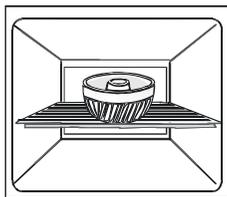

Рисунок 24
- формы для выпекания пирогов и посуду с мясом ставьте не на противень, а на решетку в центре духового шкафа (Рис. 24 и 25),